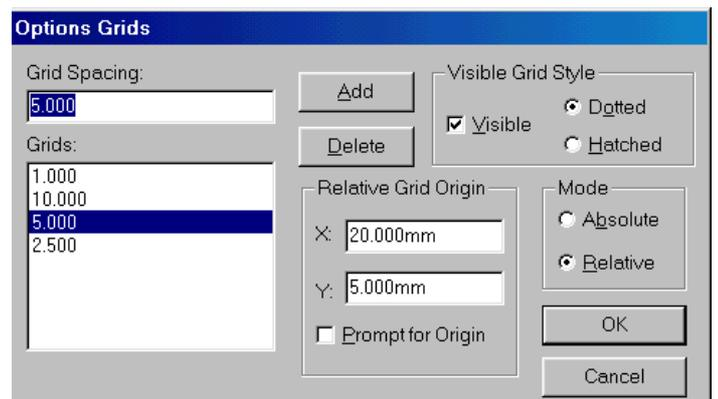

Рис. 4-2. Установка параметров сетки
2) Выбрав в основном меню команду **Options/Grids**, установите относительную сетку с началом координат в точке (20, 0) и шагом сетки 5мм, как показано на рис. 4-2.